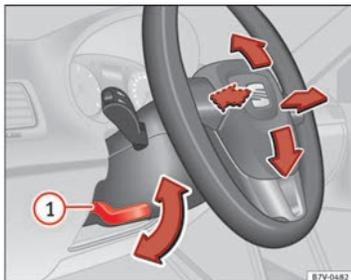

Fig. 127 Ajuste mecánico del volante.
- Mueva la palanca ⇒ fig. 127 ① hacia abajo.